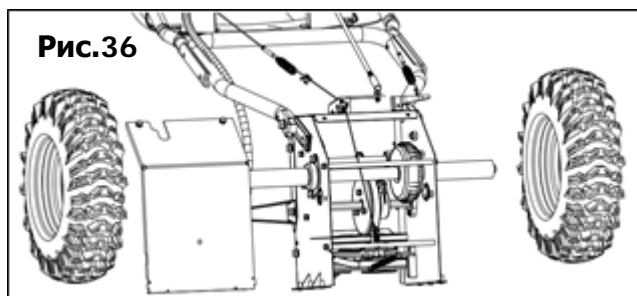

Рис.36
- Снимите правое колесо, удалив винт и раструбную шайбу, которые крепят его к оси (Рис. 36)